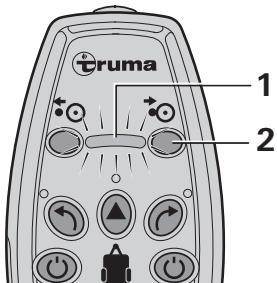

Figure 3
- Appuyer pendant env. 5 sec sur la touche (figure 3 - 2) de la télécommande et la relâcher ensuite. Le rouleau d'entraînement se met en position de plaqueage. L'indicateur (Fig. 3 - 1) clignote pendant le processus.